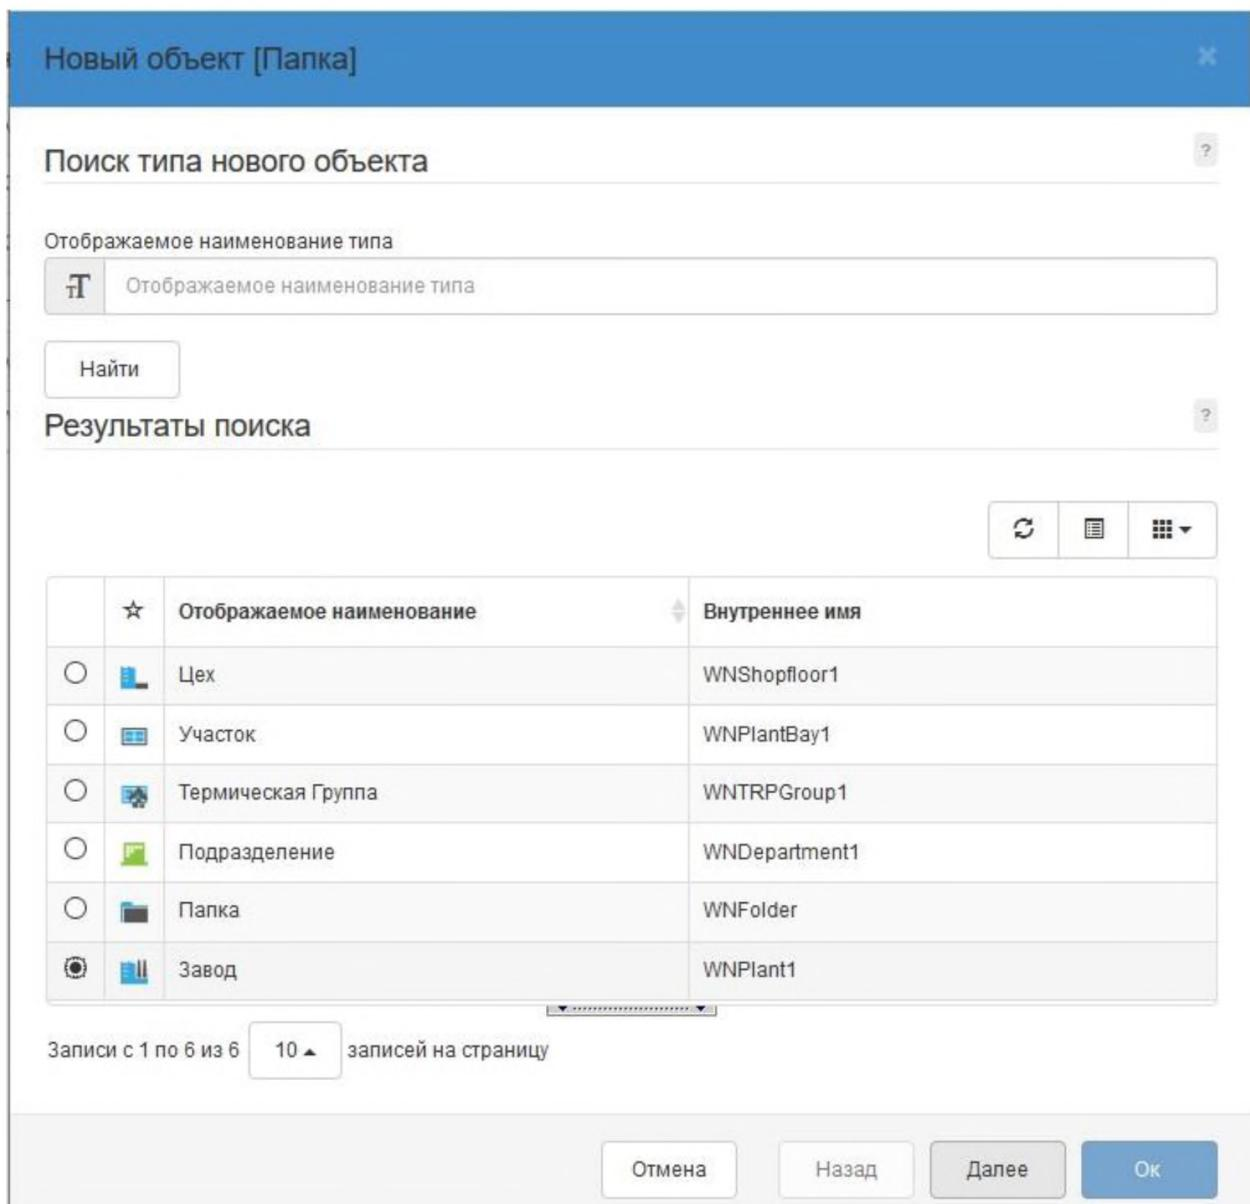

Рисунок 56 – Выбор типа папки «Завод»
4) Нажмите **Найти**, выберите тип папок **Завод** и нажмите **Далее** (рис. 56).